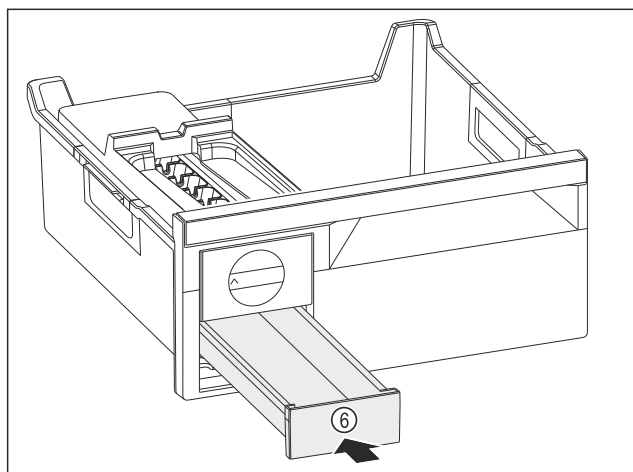

Fig. 111
- ▶ Eiswürfelschubfach Fig. 111 (6) einschieben.